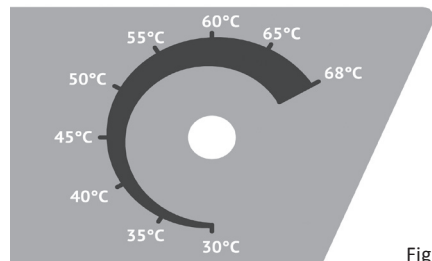

Fig. 1
Llevando el interruptor general a la posición (I) se alimenta el secador. Así, el ventilador empezará a girar a su régimen máximo de revoluciones. Actuando en este punto sobre la **manilla de regulación** (fig.1) se variará, según se desee, la temperatura de funcionamiento en una escala que va de 30°C a 68°C. La **manilla de regulación** permite regular la temperatura del flujo de aire operando directamente sobre el termostato de ajuste. Durante la fase de trabajo se escuchará un “clic” cada